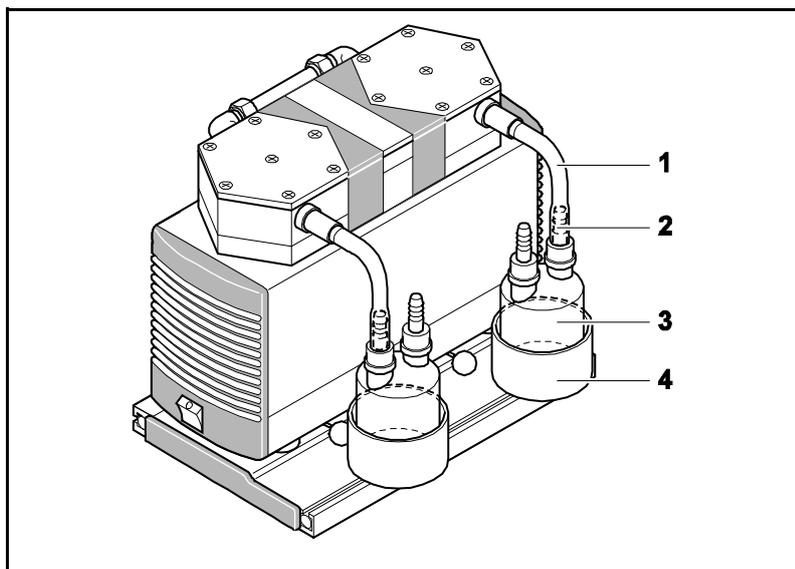

Fig. 6: separatore (in figura: il sistema LABOPORT SR con, a titolo esemplificativo, la pompa N 840.3 FT.18)
1. Inserire il supporto del separatore (v. fig. 6/4) nella guida scanalata del basamento rivolta verso l'alto.